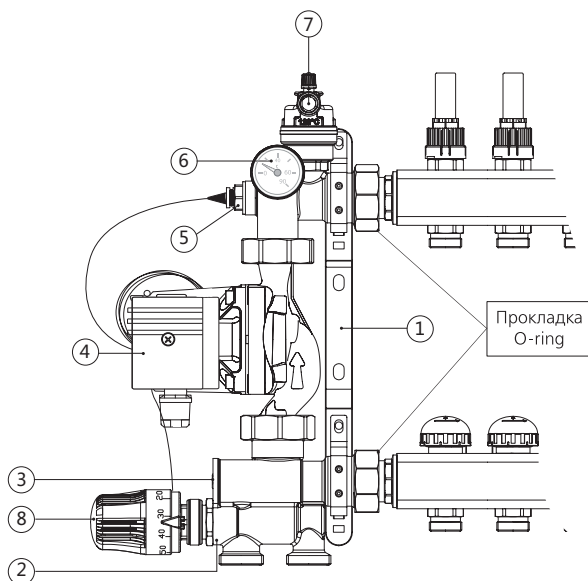
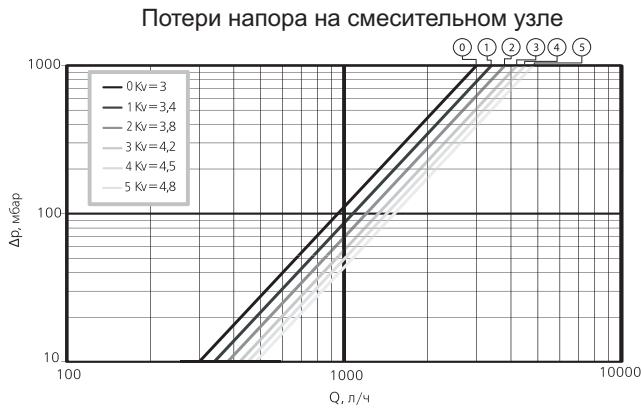

Рис.1
Рис. 3
2. при помощи монтажного кольца головки закрепите её на смесительном клапане (рис. 1 поз. 2);
3. поместите датчик в гнездо температурного датчика (рис. 1 поз. 5);
Согласно приведённой ниже диаграмме (рис. 3), расходу 1032 л/ч, соответствуют 6 разных кривых ΔP_{val} при разных настройках байпаса (рис. 1 поз.3): чем меньше открыт байпас, тем быстрее достигается требуемая температура на подаче, и наоборот, при максимально открытом байпасе увеличивается расход и одновременно сокращается колебание температуры подачи, связанное с открытием-закрытием различных зон, на которые разделяется система отопления.
Температура подачи низкотемпературного контура отопления задаётся на термостатической головке (рис. 1 поз.8), с диапазоном установки от 20 до 65 °С, и поддерживает постоянную благодаря действию термостатического клапана.